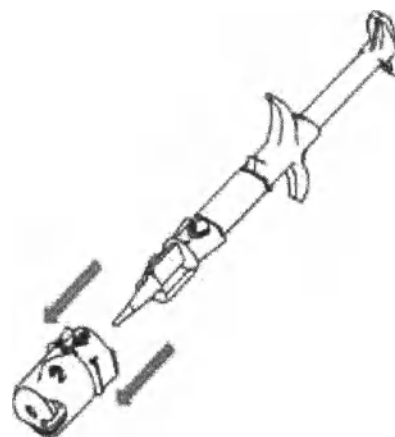

Рис. 3
7. Снимите адаптер вместе с вращающимся кольцом, как указано на «4» (Рис. 3), потянув и удалив его.